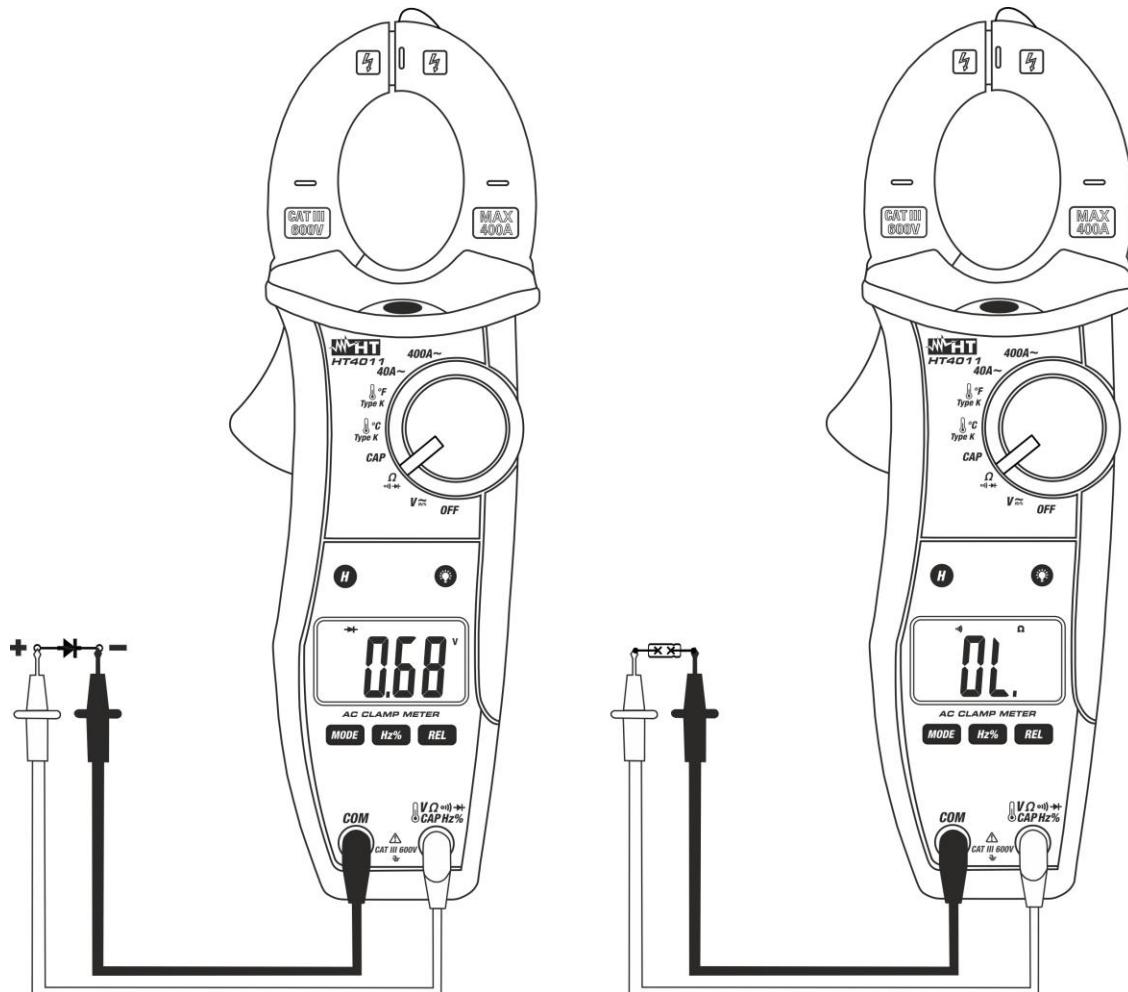

Fig. 7 : Utilisation de la pince pour test de continuité et test des diodes
3. Insérer le câble rouge dans l'entrée du jack Ω \rightarrow CAPHz% et le câble noir dans l'entrée du jack **COM** et exécuter le test de continuité sur l'objet sous test (voir la Fig. 7 - partie droite). L'alarme émet un signal sonore si la valeur de résistance mesurée est inférieure à 150 Ω environ.
5. Connecter l'embout rouge à l'anode de la diode et l'embout noir à la cathode en cas de mesure de polarisation directe (voir la Fig. 7 – partie gauche). Inverser la position des embouts en cas de mesure de polarisation inverse.